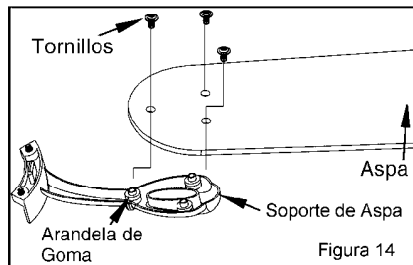

Figura 14
Paso 1 Liga la aspa al soporte de la aspa usando los tornillos como mostrado en la Figura 14 . Repeté esto con los dos ultimos tornillos.